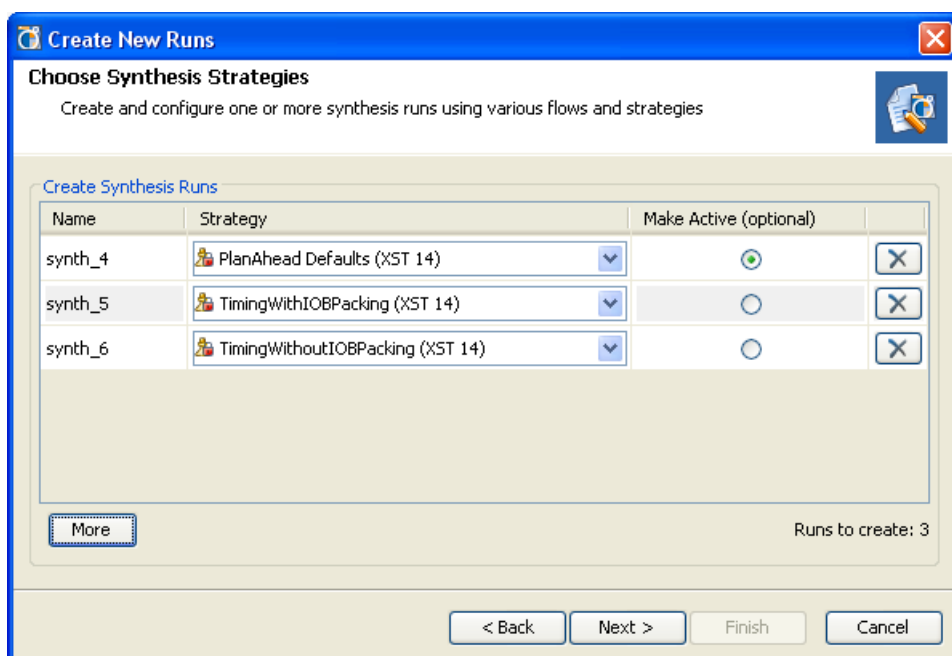

図 6-3 : [Choose Synthesis Strategies] ページ
227 ページの図 6-3 に示す [Choose Synthesis Strategies] ダイアログ ボックスが開きます。
9. [More] ボタンをクリックし、追加の run を定義します。追加 run の名前とストラテジを指定します (227 ページの図 6-3)。